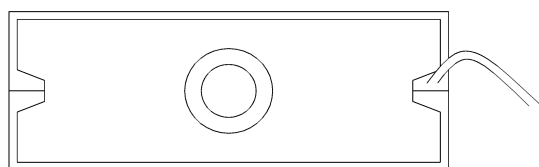
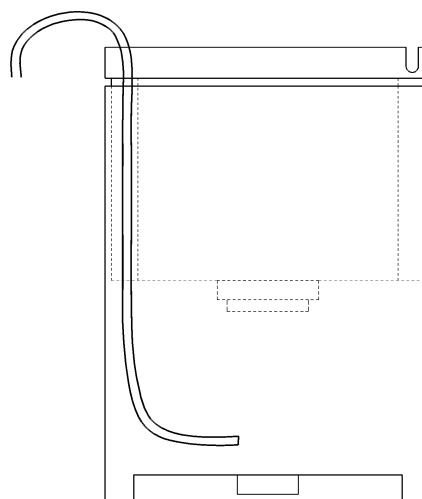

Fig. 7
Fig. 8
- Infilare il tubo flessibile d'aspirazione dell'acqua nelle apposite scanalature (fig. 7). Spingere il tubo fino in fondo al serbatoio (fig. 8)